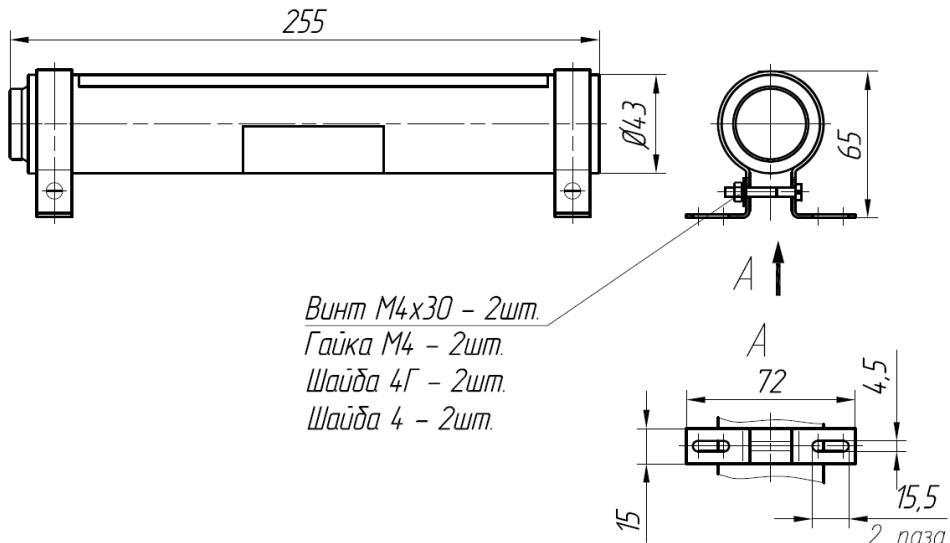

Рис. 2 Способ крепления ГОА.
4.1. Генератор размещается непосредственно на защищаемом объекте (в помещении, на транспортном средстве и т.д.) и монтируется на стене или вертикальной части конструкции объекта. Монтаж генератора производится с помощью кронштейна крепления (рис.2) При выборе расстояния между генератором и объектом тушения необходимо учитывать длины зон с повышенной температурой п. 11 раздела 2, но оно не должно превышать, по возможности, 3,0 м. Для монтажа сверлятся 2 отверстия диаметром 6 мм под пластмассовый дюбель 6 мм на глубину 40 мм в соответствии с размерами, указанными на рис.2. Кронштейн крепления закрепляется шурупами диаметром 4 мм и длиной 30мм. На металлических конструкциях кронштейн крепления закрепляется при помощи 2-х винтов M4x30, 2-х шайб пружинных 4 и 2-х гаек M4 через 2 паза 4,5 мм. (Метизы в комплект поставки не входят).
5.1.2. Генератор в рабочем положении крепится к потолку или стенке внутри защищаемого объекта при помощи 2-х кронштейнов (рис. 2),